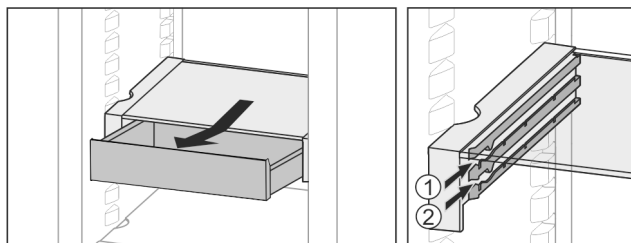

Fig. 21
- ▶ На любой высоте Fig. 21 (1) или Fig. 21 (2) вставить.